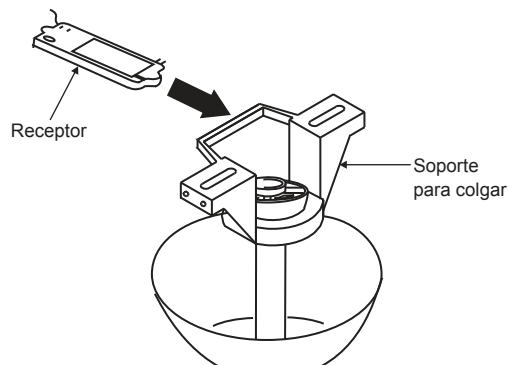

Fig. 11
**Paso 1.** Inserte el receptor en el soporte de montaje para cielorraso y mantenga en posición horizontal contra el techo. (Fig.11) Para un mejor rendimiento, asegúrese de que la antena negra, al final del receptor, continúe extendida y no esté enredada con algún cable eléctrico.